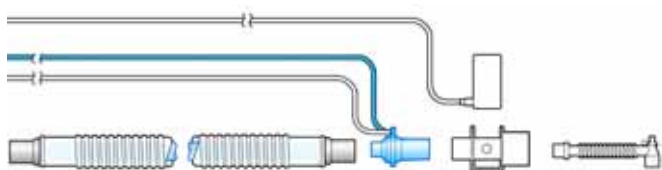

Рисунок 2-10. Подключение датчика CO₂/адаптера воздуховода к контуру пациента
3. Подключите датчик/адаптер воздуховода к дыхательному контуру пациента (рисунок 2-10), следуя приведенным ниже инструкциям.